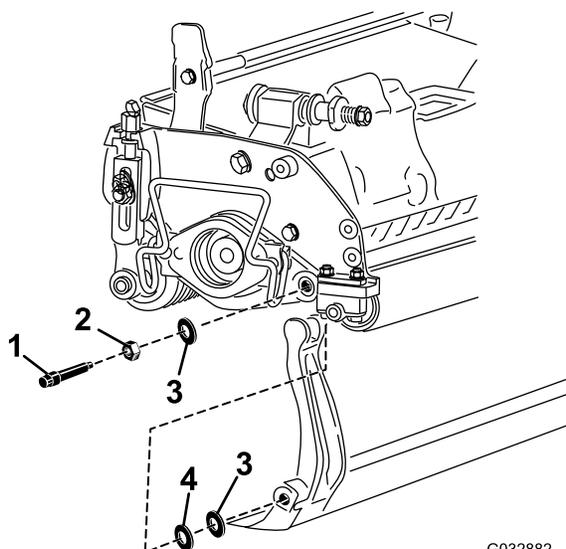

Figura 15
Guarde as duas anilhas de nylon e a anilha de aço de cada uma das extremidades da barra de apoio (Figura 15).
3. Coloque uma anilha de nylon de cada lado da placa lateral. Coloque uma arruela de aço no exterior de cada uma das arruelas de nylon (Figura 15).